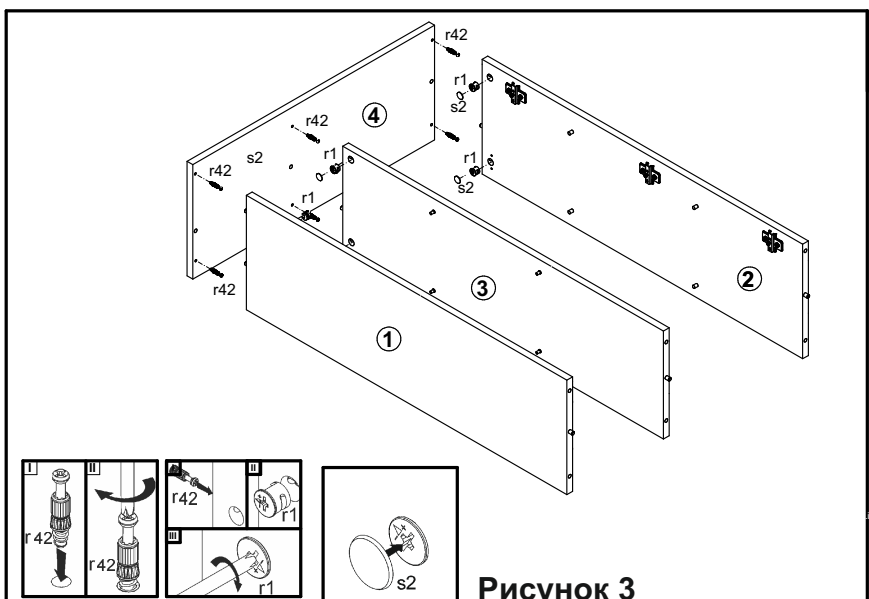

Рисунок 3
- В отверстия **Ø5 мм** на внутренней поверхности щита верхнего **4** вкрутить винты стяжки **r42** (**см. рис. 3**).
- В отверстия **Ø15 мм** на внутренних поверхностях стенок боковых **1,2**, стенки средней **3** вставить стяжки эксцентриковые **r1** (**см. рис. 3**).
- Стяжки эксцентриковые закрыть заглушками **s2** (**см. рис. 3**).